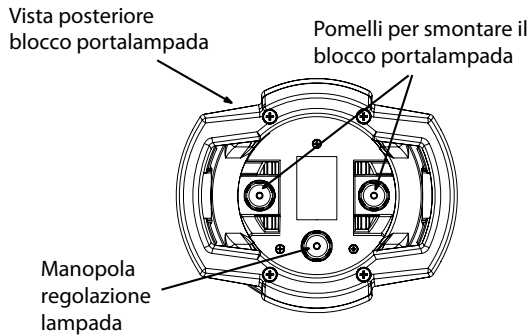

Fig.4
- Svitare il blocco portalampada tramite i due pomelli (fig.4).
La manopola posta sul retro del sagomatore PFZ715 permette di regolare il bollo (fig.4).